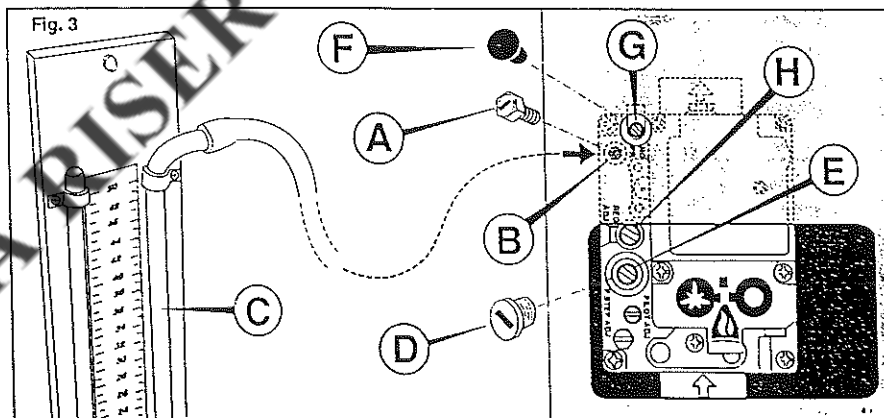

Fig. 3
### 4.2 TARATURA DELLA PORTATA DEL GAS (fig. 3)
Poiché la portata di gas attraverso un iniettore è proporzionale alla pressione a monte dell'iniettore stesso, basta regolare in modo appropriato detta pressione; prima di procedere chiudere il rubinetto generale del gas e disinserrire la corrente elettrica, quindi svitare la vite A (fig. 3) e collegare alla presa di pressione B un manometro a colonna d'acqua C o altro strumento misuratore di pressione; secondo il gas utilizzato, procedere come segue.
- 3) avvitare completamente la vite G «NO PR» fino all'arresto (fig. 3);